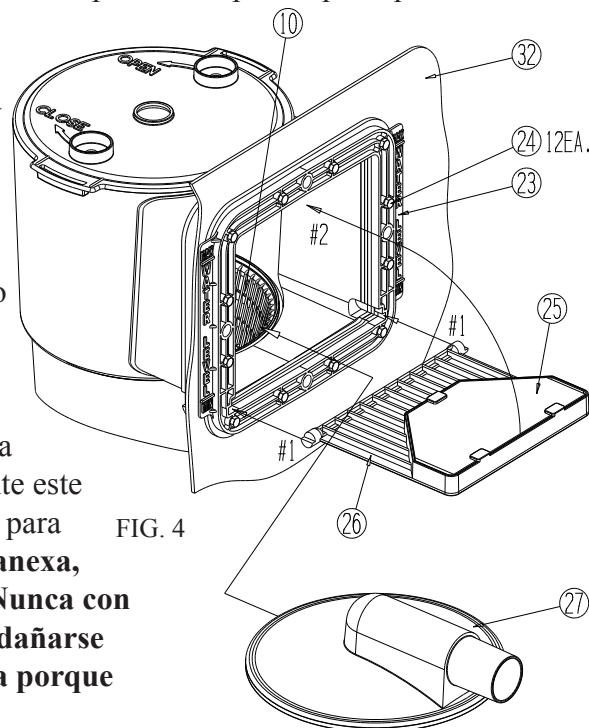

FIG. 4
2. **ADAPTADOR DEL ASPIRADOR;** permite aspirar su alberca, vea parte #27 FIG. 4. El ADAPTADOR DEL ASPIRADOR está incluido en la unidad del EXTRACTOR, será necesario que compre una Aspiradora, mango de aspirador y una manguera de aspiradora de su proveedor local de albercas, también los centros de mejoras para el hogar, y tiendas grandes de distribución algunas veces manejan estos artículos como de temporada y varían de los económicos a los de lujo.
3. Para instalar el ADAPTADOR DEL ASPIRADOR apague la bomba, remueva la parte del VERTEDERO #26 FIG.4, vea la sección en la instalación del VERTEDERO en la página 4 (paso E) y revierta el proceso bajando el VERTEDERO y deslizándolo a través de las aberturas en la CARATULA parte #23 mostrada en la FIG. 4. Coloque el VERTEDERO en un lugar seguro porque necesitará reinstalarlo después del aspirado para que el extractor funcione adecuadamente.